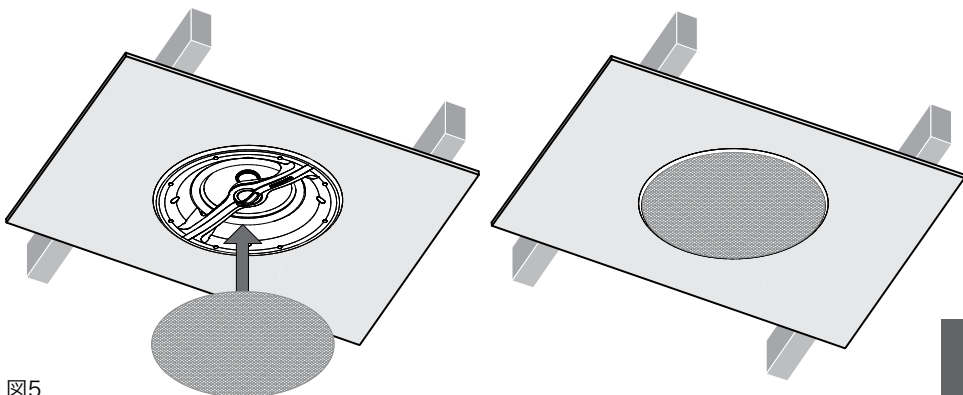

図5
4.5 ここでグリルを取り付けることができます。グリルはマグネット式ですので、フレーム・フランジの溝に合わせ、カチッという音がすれば取り付け完了です。グリルのめめ方は図5をご覧ください。